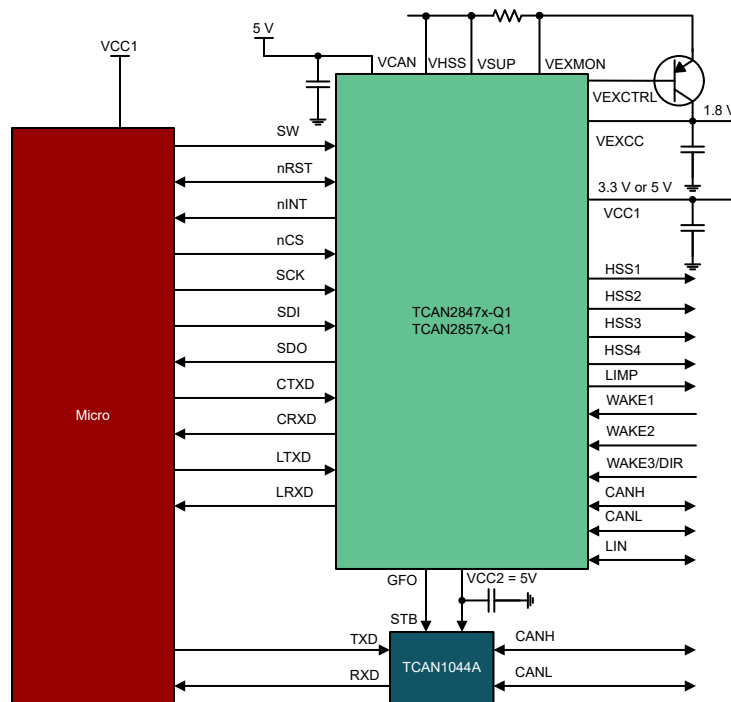

図 10-6. CAN FD トランシーバによるチャネル拡張
- TCAN2847x-Q1 を 8 ピンの CAN FD トランシーバと組み合わせて使用することで、2 つの CAN FD トランシーバと 1 つの LIN トランシーバを構成できます。図 10-6 を参照してください